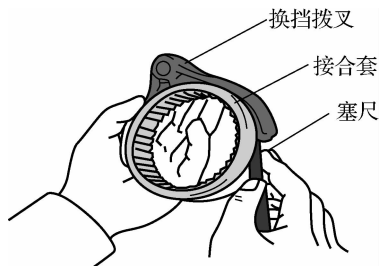

图 6-52 换挡拨叉的检查
(1) 换挡拨叉的检查。如图 6-52 所示，目视检查换挡拨叉和接合套的配合表面，如果发现有斑点、拉伤，就用细砂纸打磨，使它们之间的相互滑动无卡滞，否则更换有磨损的部件。